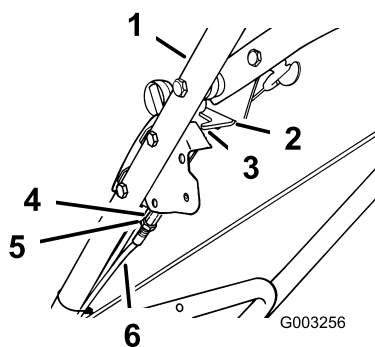

Figura 29
- A. Afloje la contratuercas del cable del freno de la cuchilla (Figura 29).